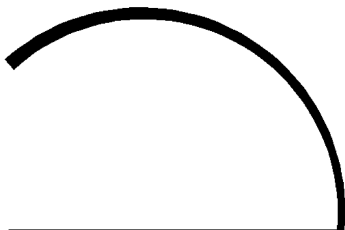

图 2-3 多段线
- 半宽：将多段线总宽度的值减半。将绘制一条宽度渐变的线段或圆弧，如图 2-3 所示。